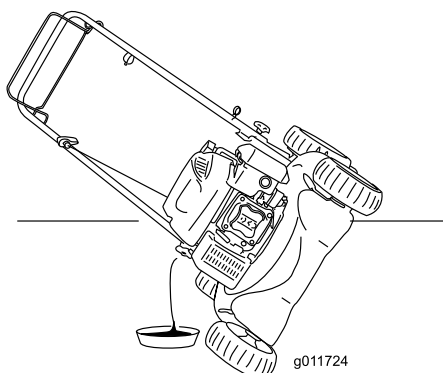

Figure 27
5. Inclinez la machine sur le côté (jauge en bas) pour vidanger l'huile usagée par le goulot de remplissage (Figure 27).